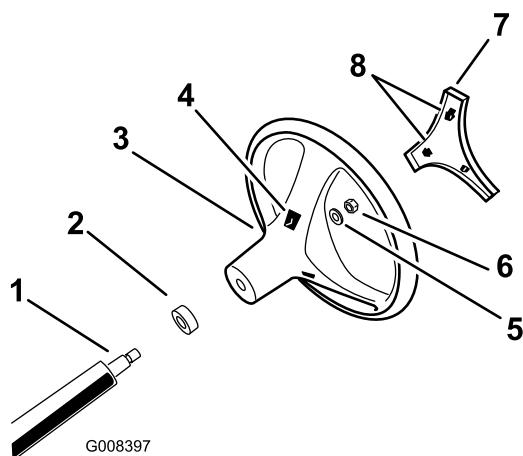

Рисунок 3
1. Через отверстия в задней части рулевого колеса освободите фиксирующие выступы, которые удерживают центральную крышку, и снимите крышку рулевого колеса (Рисунок 3).
2. Отверните контргайку и снимите шайбу с рулевого вала (Рисунок 3).
3. Выровняйте рулевое колесо на шлицах рулевого вала (Рисунок 3).
4. Установите контргайку с шайбой на рулевой вал (Рисунок 3).
на крышку в сторону рулевого колеса, чтобы защелкнуть крышку на месте (Рисунок 3).